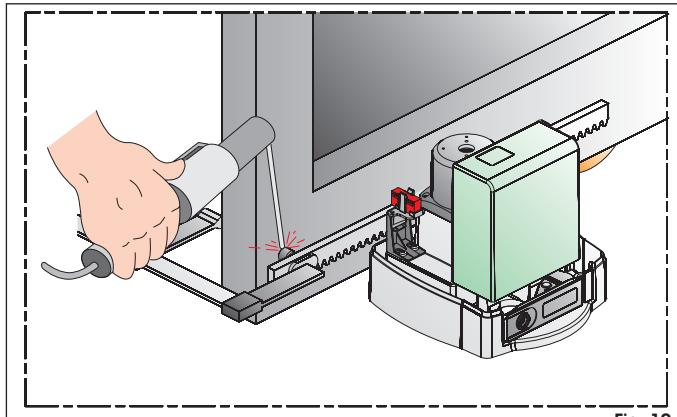

Fig. 10
4. Appoggiare sul pignone il primo elemento di cremagliera in corrispondenza del primo distanziale (fig. 10).
5. Fissare l'elemento di cremagliera all'anta con un morsetto (fig. 10).
10. Saldare i tre distanziiali dell'elemento (fig. 10).